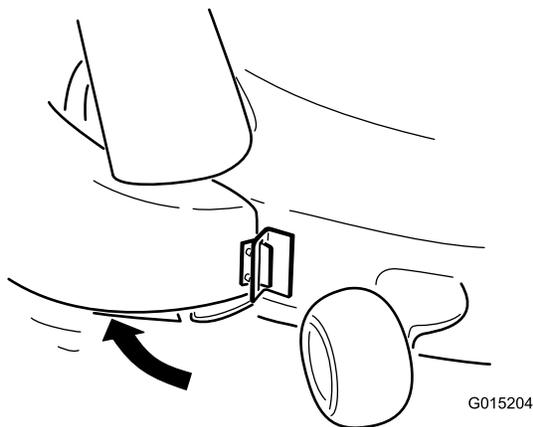

Figure 21
2. Pivotez l'éjecteur en arrière, pour le mettre de niveau avec le plateau de coupe (Figure 21).